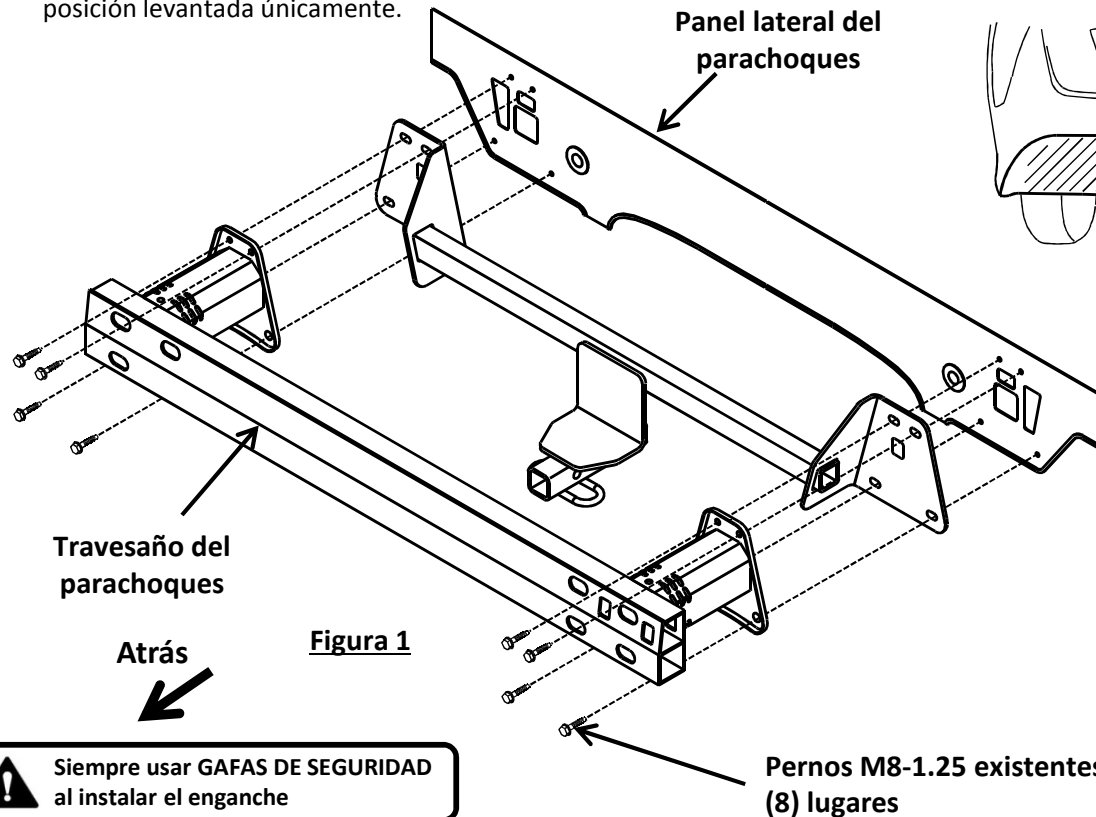

Figura 2
1. Quitar los (3) paneles plásticos inferiores de la carrocería: Con un destornillador de cabeza plana, quitar (14) remaches plásticos a presión y (3) fijadores roscados desde los paneles inferiores.
- 2a. Quitar la fascia inferior: Con un destornillador Phillips, quitar (2) tornillos situados en el borde inferior interior de la fascia inferior, (1) por lado.
- b.) Con una herramienta de recortar paneles plásticos, quitar (5) abrazaderas que sujetan el cableado a las lengüetas de sujeción de la fascia. Ver la Figura 2.